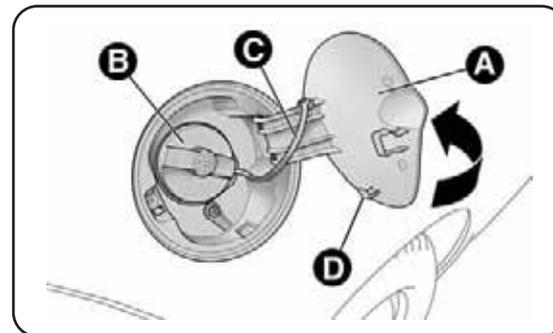

fig. 82
- 1) Abrir a tampa A-fig. 82 puxando-a para o exterior, manter o tampão B firme, inserir a chave de arranque na fechadura e rodá-la para a esquerda.